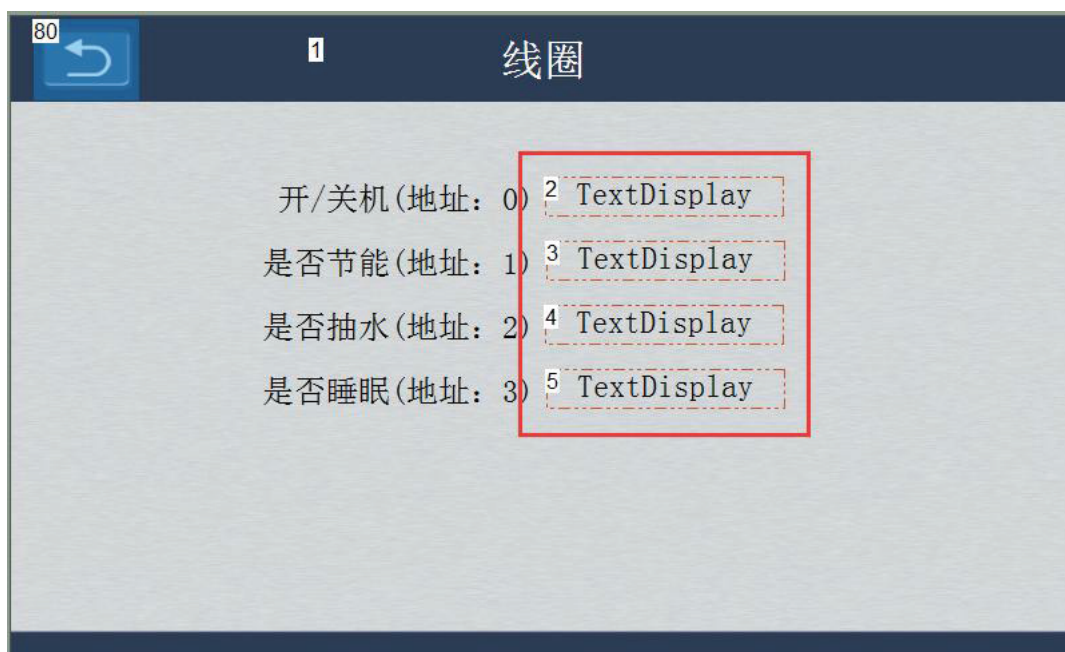
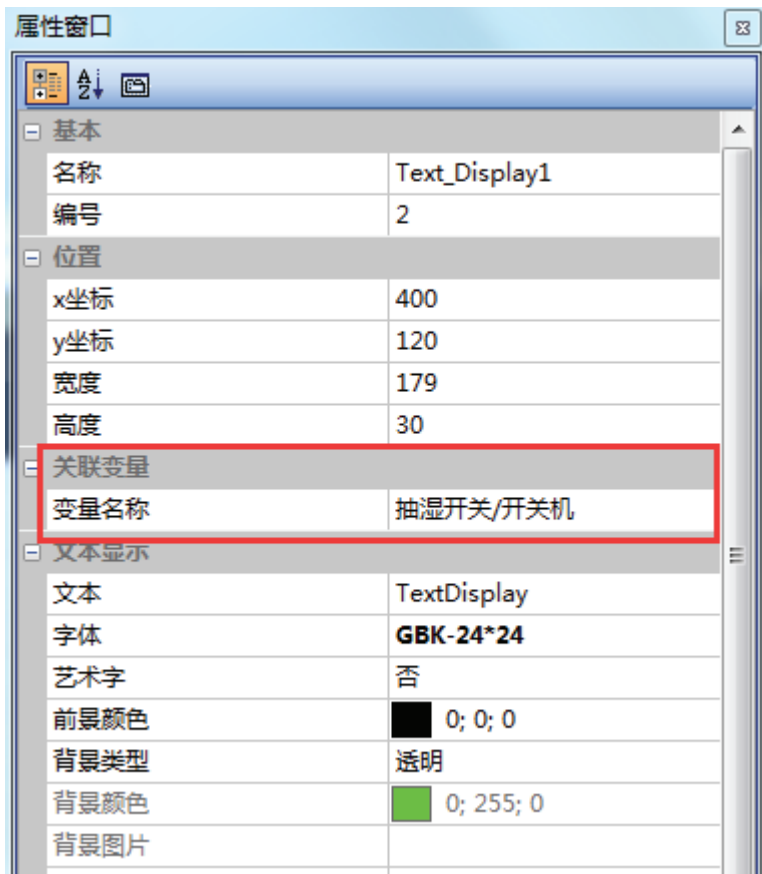

图 4-7 线圈
图 4-9 关联变量
2、画面中添加一个文本控件（ID：2），如图 4-7所示，设置文本控件的属性，设置关联变量“抽湿开关/开关机”，如图 4-9所示；